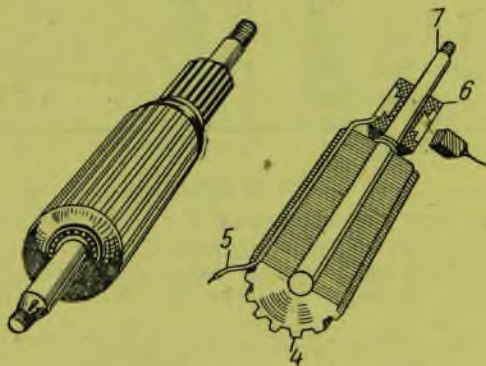

Рис. 120. Якорь динамомашины
В магнитном потоке вращается якорь (рис. 120), состоящий из сердечника (4), обмотки (5), коллектора (6) и вала (7). Сердечник якоря набирается из отдельных изолированных друг от друга тонких железных дисков фланцевой формы.